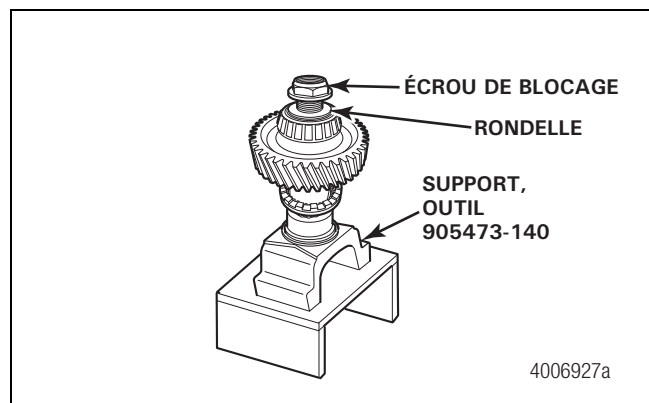

Figure 6.5
11. Poser la rondelle et l'écrou de blocage sur l'arbre. Serrer l'écrou de blocage au couple de 700 à 900 lb-pi (950 à 1 220 N•m). Figure 6.5.